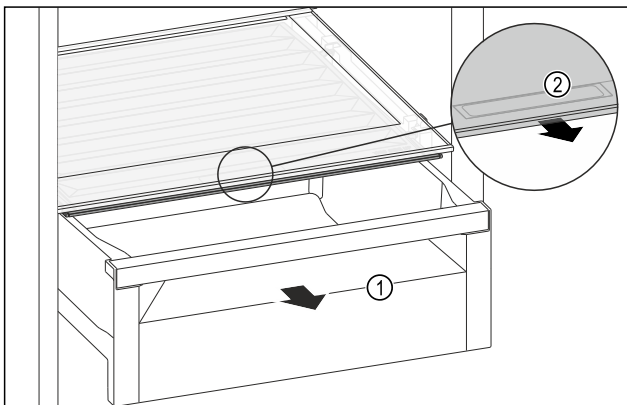

Fig. 110
- Schubfach Fig. 110 (1) herausziehen.
- Griffmulde Fig. 110 (2) am Fachdeckel anfassend und Fachdeckel gleichzeitig nach vorne ziehen.